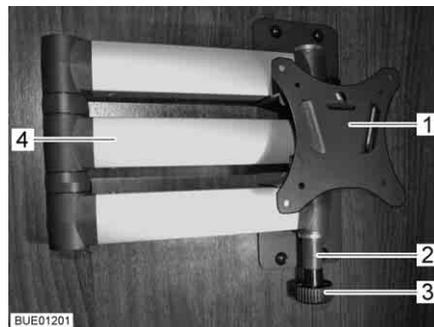

Fig. 72 Soporte con brazo articulado
- Tirar del botón de desbloqueo (Fig. 72,3). El brazo articulado (Fig. 72,4) estará desbloqueado.
- Girar la pantalla plana de regreso a la posición inicial hasta que el soporte (Fig. 72,1) engatille en el bloqueo (Fig. 72,2).